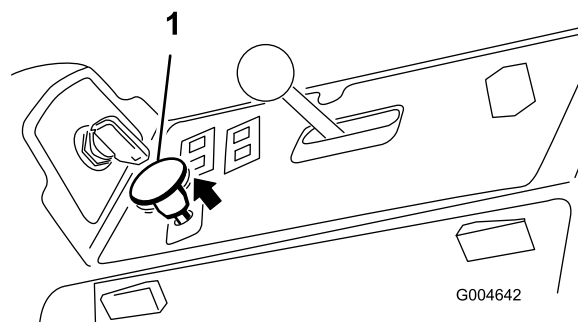

図 19
3. PTO スイッチを引くと PTO が作動を開始する (図 19)。